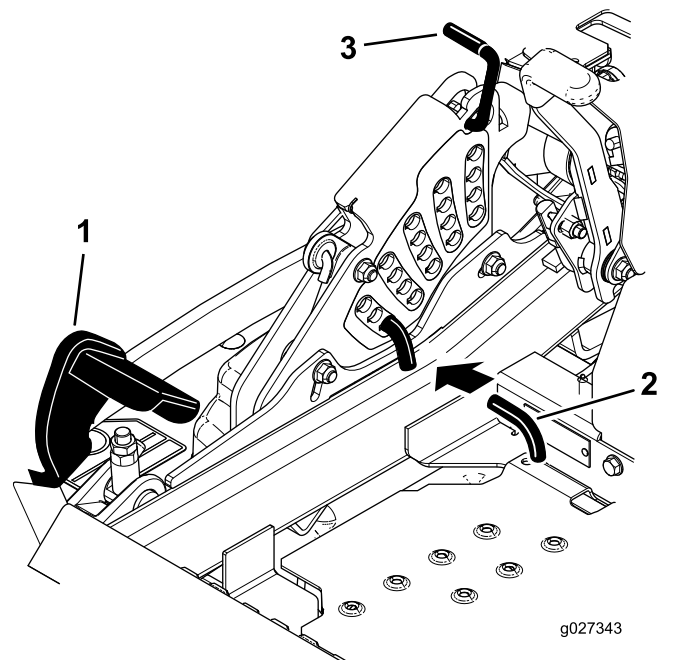

Figura 31
de transporte (também a posição da altura de corte de 140 mm) como se mostra na Figura 31.
3. Para ajustar, rode o pino 90 graus e remova o pino do suporte da altura de corte (Figura 31).
4. Selecione um orifício, no suporte da altura de corte, que corresponda à altura de corte desejada e insira o pino (Figura 31).